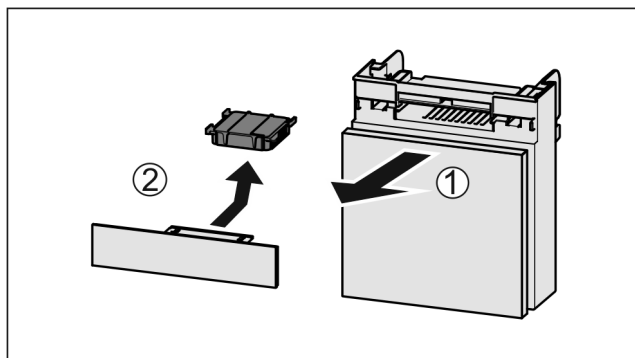

Fig. 168
- ▶ Wyciągnąć Fig. 168 (1) komorę do przodu.
- ▶ Wyjąć Fig. 168 (2) filtr z węglem aktywowanym.